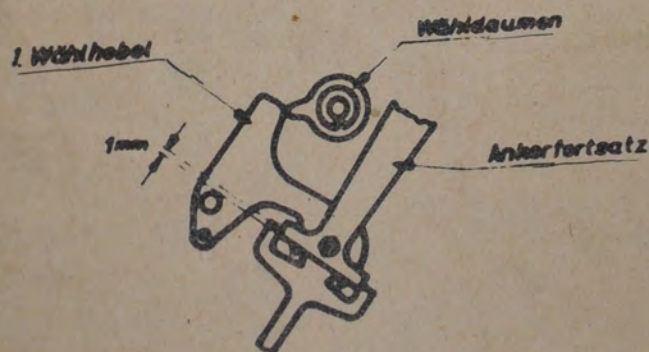

Abb. 2
7. Die Wähltaubenbuchse ist so weit zu drehen, bis die Spitze des oberen Wähltaubens auf der Spitze des Wählhebels steht. (Abb. 2)